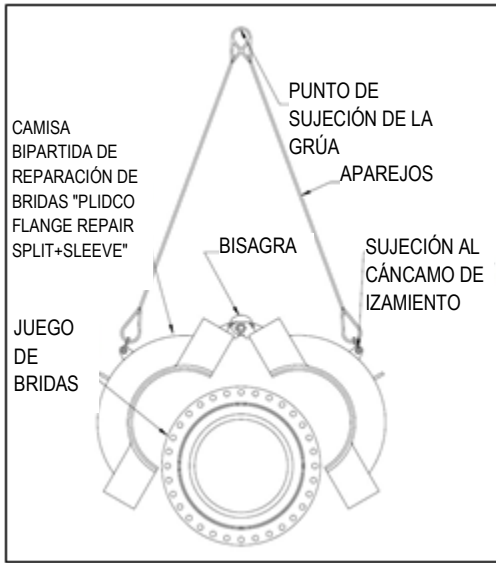

Figura 8
3. Sujete los aparejos del tamaño apropiado, como cadenas, cables o correas, a un punto único de sujeción de la grúa. El aparejo debe ser lo suficientemente largo como para que no interfiera con la apertura y cierre del accesorio como se muestra en la Figura 8.
4. Levante el accesorio por el punto único de sujeción de la grúa. La camisa bipartida de reparación de bridas "PLIDCO Flange Repair Split+Sleeve" se abrirá como se muestra en la figura 8.
5. Coloque el accesorio por encima de la tubería y bájelo lentamente sobre la tubería como se muestra en la Figura 8. El interior del accesorio debe entrar en contacto con la tubería y el accesorio comenzará a cerrarse a medida que se baja. Algunos accesorios pueden requerir una fuerza lateral adicional para cerrar el accesorio alrededor del tubo. Mantenga todas las partes del cuerpo alejadas del interior del accesorio en todo momento mientras se baja el accesorio sobre el tubo. Esto es para garantizar la seguridad en caso de que el accesorio se cierre de golpe.